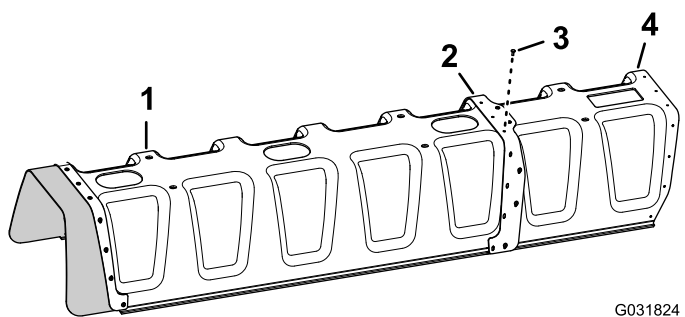

Рисунок 148
4. Прикрепите удлинитель кожуха к кожуху секции с 11 соплами (Рисунок 148) при помощи 11 закладных заклепок (номер 114439 по каталогу Toro)